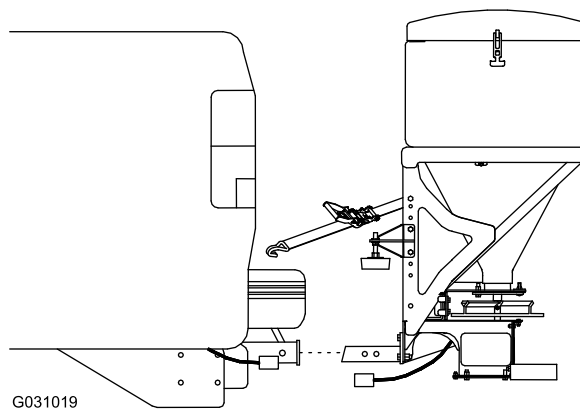

Figura 16
5. Deslice el esparcidor para extraerlo del receptor de enganche del vehículo (Figura 16).